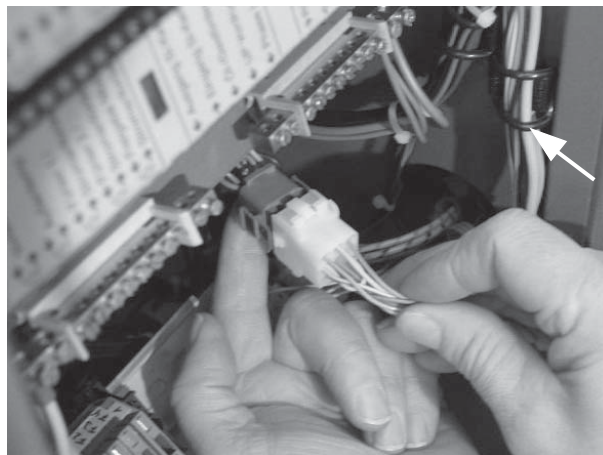

Bild 4-16b: externen und internen Kabelbaum verbinden (nur Dachs G/F)
- 9-poligen Stecker der Gasstrecke mit internem Kabelbaum verbinden. (Bild 4-16b)
Die im MSR2-Regler zusätzlich angeschlossenen Kabelbäume sind seitlich (rechts) sauber zu verlegen und sollten mit den vorgesehenen Gummibändern fixiert werden (siehe auch Bild 4-16b).